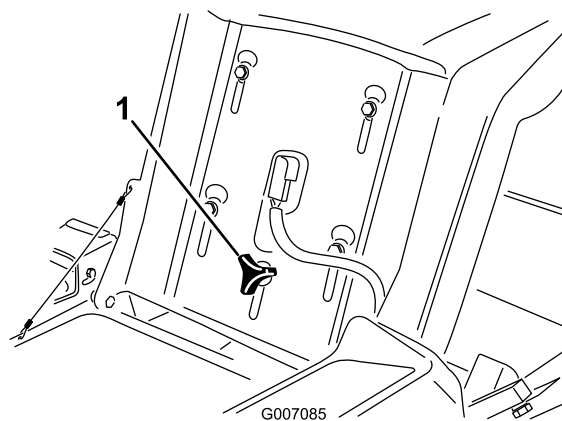

Figura 17
1. Alzate il sedile e allentate la manopola di regolazione appena a sufficienza per poter muovere il sedile (Figura 17).